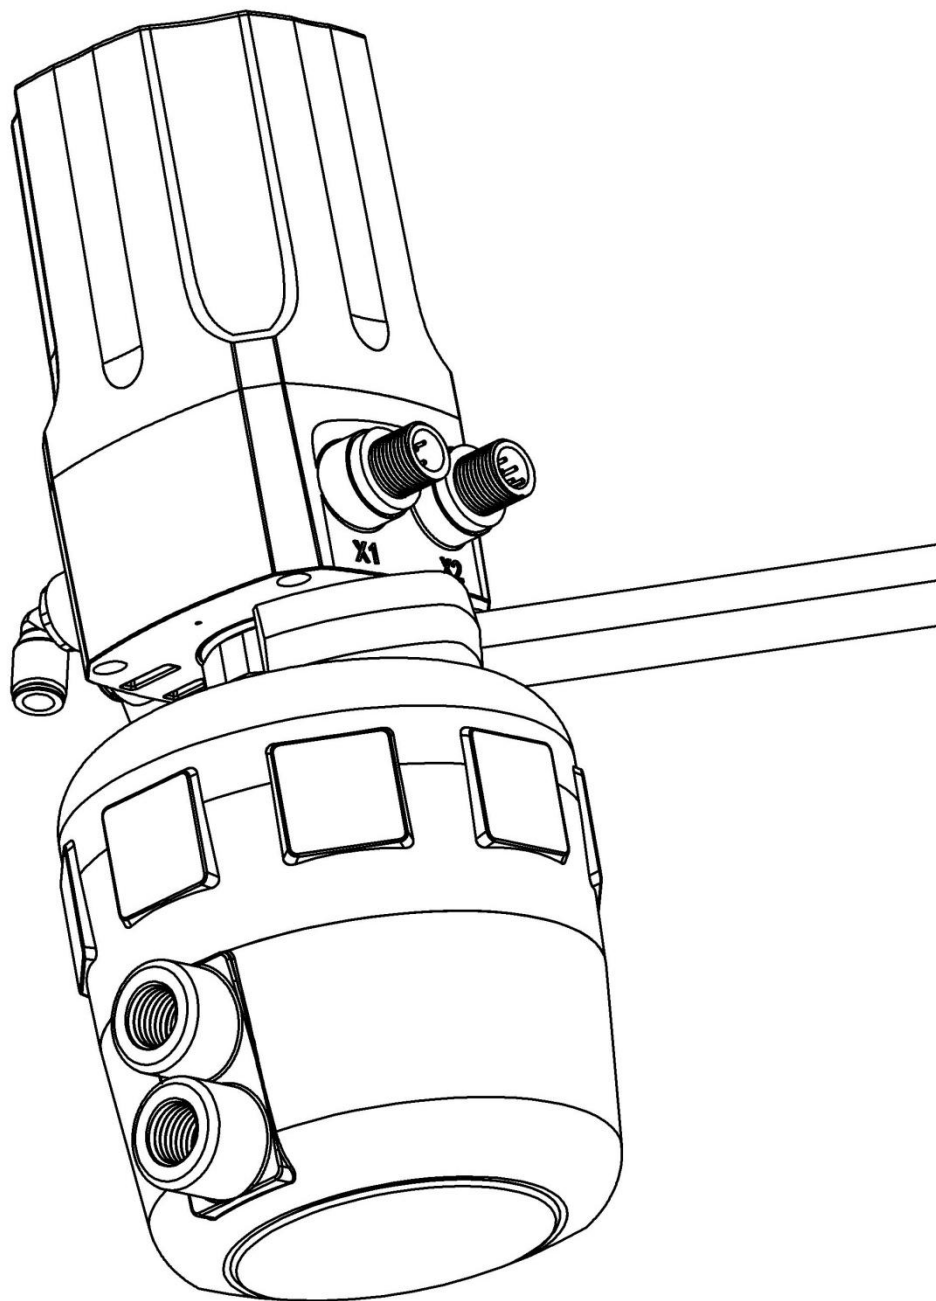

图 6. 定位器与执行器组装
4. 将执行器内部阀杆升到最高位置，用 32 号扳手将定位器底部的执行器连接组件右旋入到执行器对应螺纹接口，并确保旋紧连接组件。如图 6 所示。